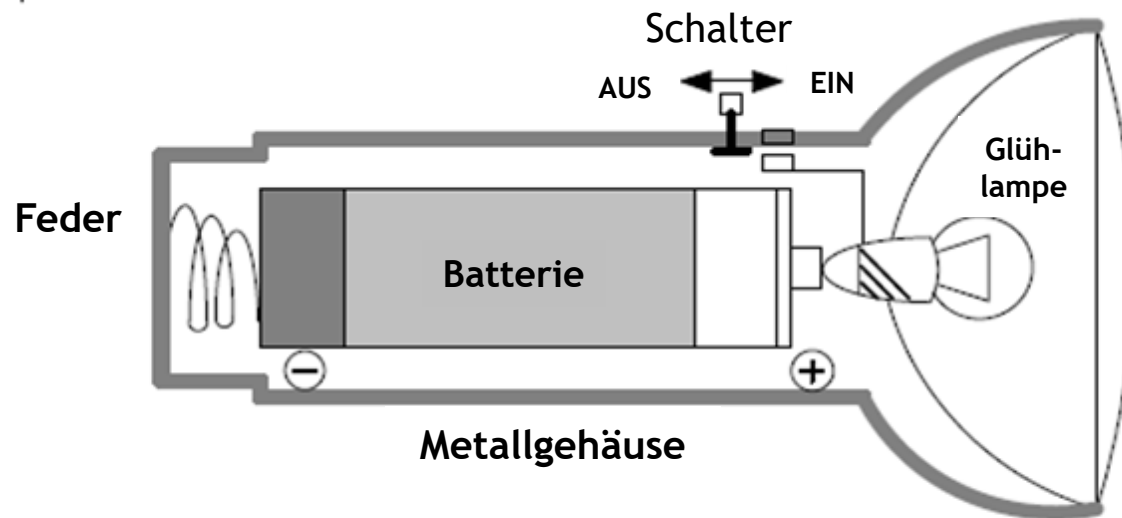

Abb. 1.1: „Innenleben“ einer Taschenlampe
- ▶ Ein einfacher elektrischer Stromkreis besteht grundsätzlich aus einer Spannungsquelle, einem Verbraucher und einer elektrisch leitenden Verbindung zwischen beiden. Am Beispiel des »Innenlebens« einer Taschenlampe soll ein einfacher Stromkreis erläutert werden (Abb.1.1):
Der Widerstand der Glühlampe bei dem Taschenlampenbeispiel (Abb. 1.1) hat einen Wert ν